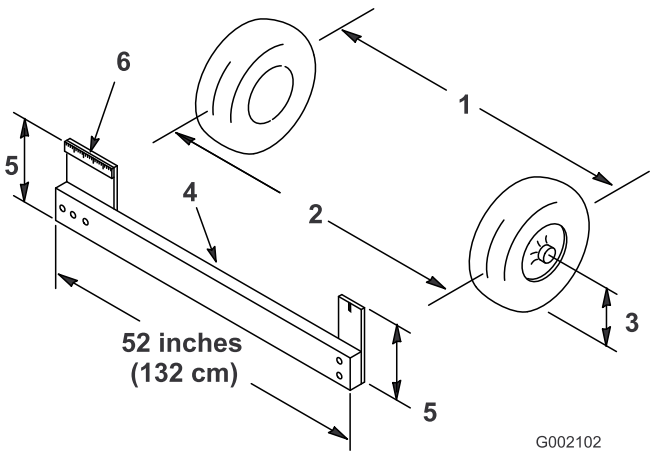

Figure 15
1. Mesurez la distance entre les roues avant à hauteur d'essieu, à l'avant et à l'arrière des roues (Figure 15). Un gabarit ou un compas à verges est nécessaire pour mesurer l'arrière des roues avant à hauteur d'essieu. Utilisez le même gabarit ou outil pour mesurer précisément l'avant des roues avant à hauteur d'essieu (Figure 15).